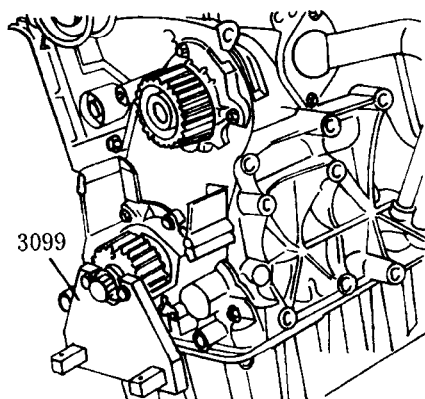

图 1-24
①拆下多楔皮带和张紧装置，拆下齿形皮带。
②拆下曲轴端齿形皮带轮需用专用托架 3099 将齿形皮带轮固定 (图 1-24)